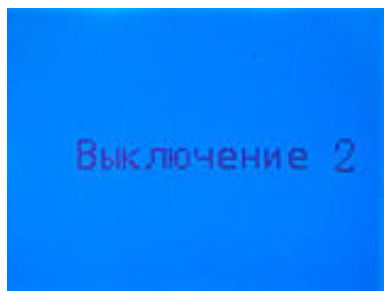

Рисунок 7
3.4.3 Для выключения прибора необходимо в «основном режиме измерения» нажать и удерживать кнопку . На экране появиться надпись «Выключение» и начнется обратный отсчет (рисунок 7). Не отпускайте кнопку , пока прибор не выключится. Для прерывания процесса выключения, в момент обратного отсчета отпустите кнопку , прибор вернется к «основному режиму измерения».